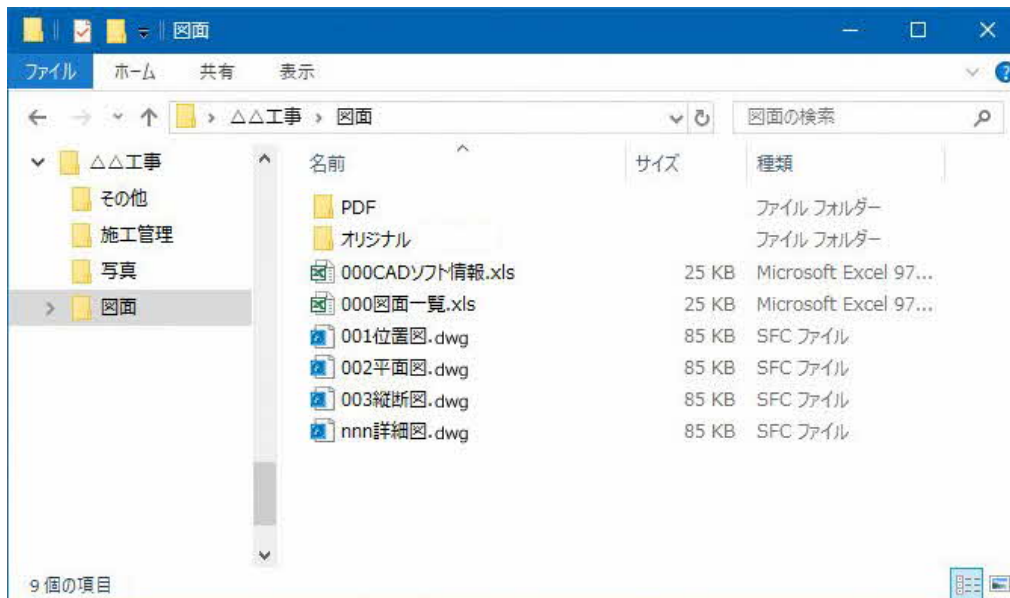

図 2-8 図面フォルダのイメージ (パソコンの画面例)
(4) 図面フォルダへの格納
- 図面フォルダの構成は表 2-7 に示す。サブフォルダは「オリジナル」「PDF」「出来形図」とする。パソコン画面上的格納状態の例を図 2-8 に示す。